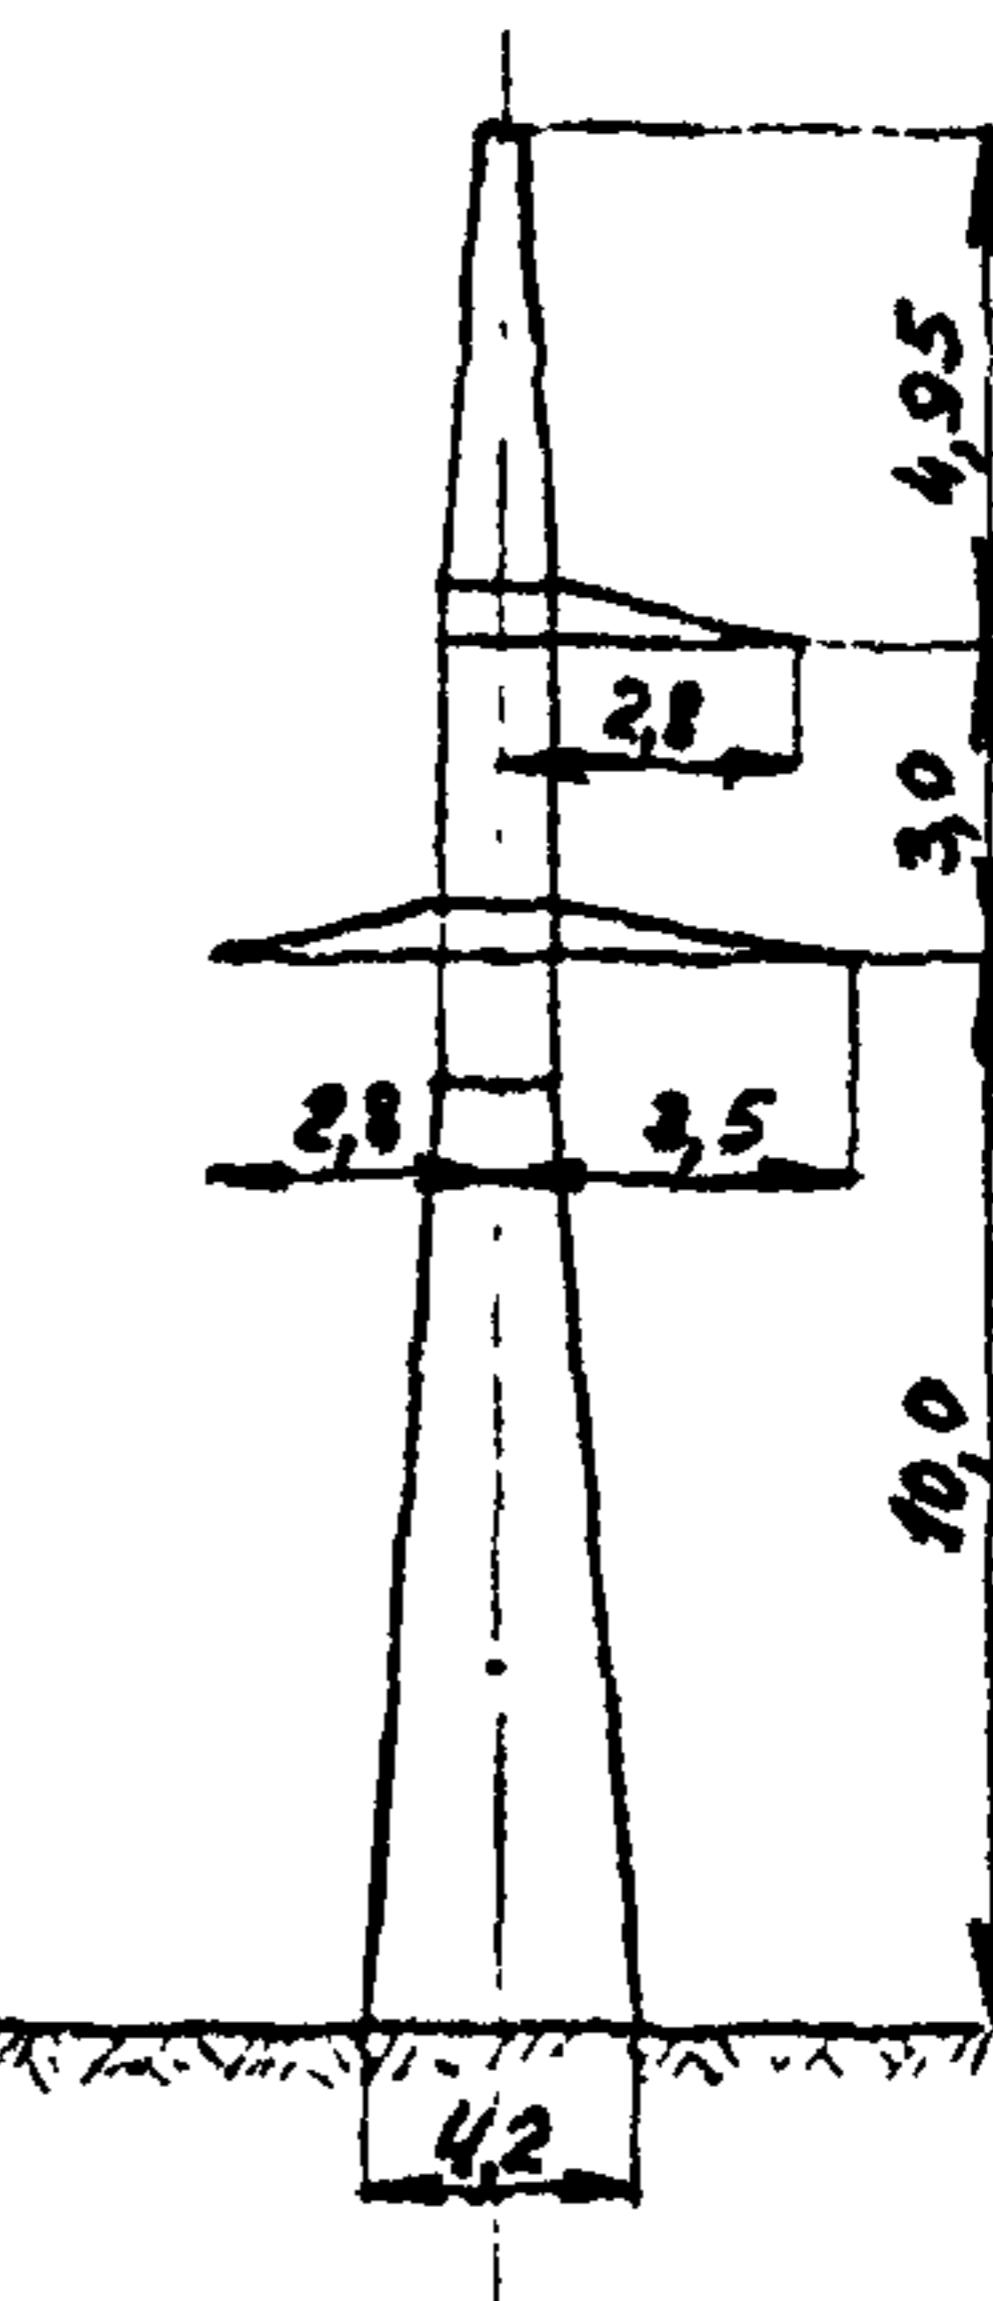

Рис.1 Эскизы нормальных цифрированных
1. Настоящие типовые технологические карты К-У-17 являются руководством при монтаже сталялюминиевых проводов сечением до 240мм^2 и грозозащитного троса С-50 на ВЛ 35-150 кв с унифицированными одноцепными металлическими опорами типов П35-1, У35-1, П10-1, П10-3, П10-5, П10-7, ПУСК10-1, У10-1, ПС10-3, ПС10-5, ПС10-7, ПС10-9, ПС10-11, ПС10-13, УС10-3, УС10-5 и П150-1 (см. рис. 1, 2 и 3).